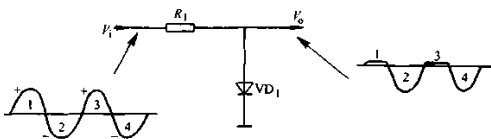

图 1-43 二极管限幅电路
用二极管可以构成限幅电路，如图 1-43 所示。电路中， R_1 是限流保护电阻， VD_1 是限幅二极管， V_1 是输入电压，这是一个交流电压，其波形见图 1-43 所示， V_0 是该电路的输出电压。
当输入电压为负半周时, VD_1 正极电压为负, VD_1 处于截止状态, R_1 和 VD_1 中无电流, 在 R_1 上便无电压降, 所以输入电压为负半周期间 $V_o = V_i$ (V_o 等于 V_i 减去 R_1 上的电压降, 在负半周时回路中无电流, 使 R_1 上的电压降为零), 此时电路无限幅作用。该限幅电路的输出电压波形如图 1-43 所示, 为只有正半周受到限幅, 这是一个单向限幅电路。
(2) 关于图 1-43 所示电路故障分析主要说明下列几点: